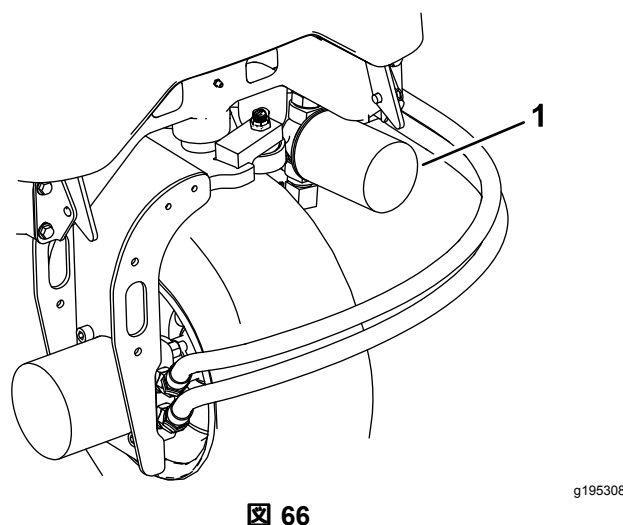

図 66
2. 油圧ラインの接続部または油圧フィルタを外し、流れ出すオイルを容器に受ける **図 66**と**図 64**。
3. フィルタ取り付け部付近をきれいに拭い、下に容器を置き、フィルタを外す 図 66。